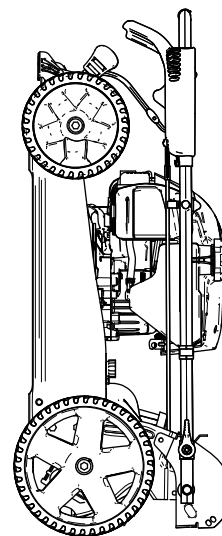

Figura 23
6. Eleve a frente da máquina pelo manípulo e mova-a para o local de armazenamento (Figura 23).